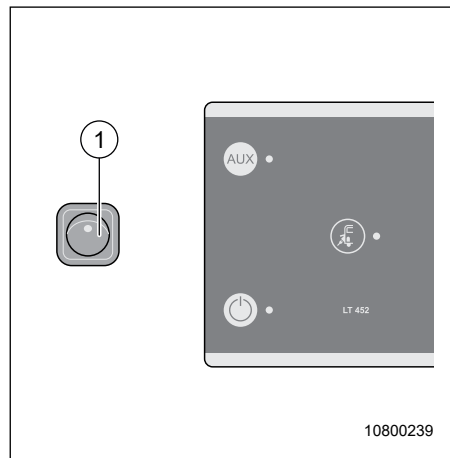

Fig. 59 Commutateur du chauffage du réservoir des eaux usées
Le chauffage peut être activé/désactivé au moyen du commutateur (Fig. 59, pos. 1) à côté du panneau de commande.